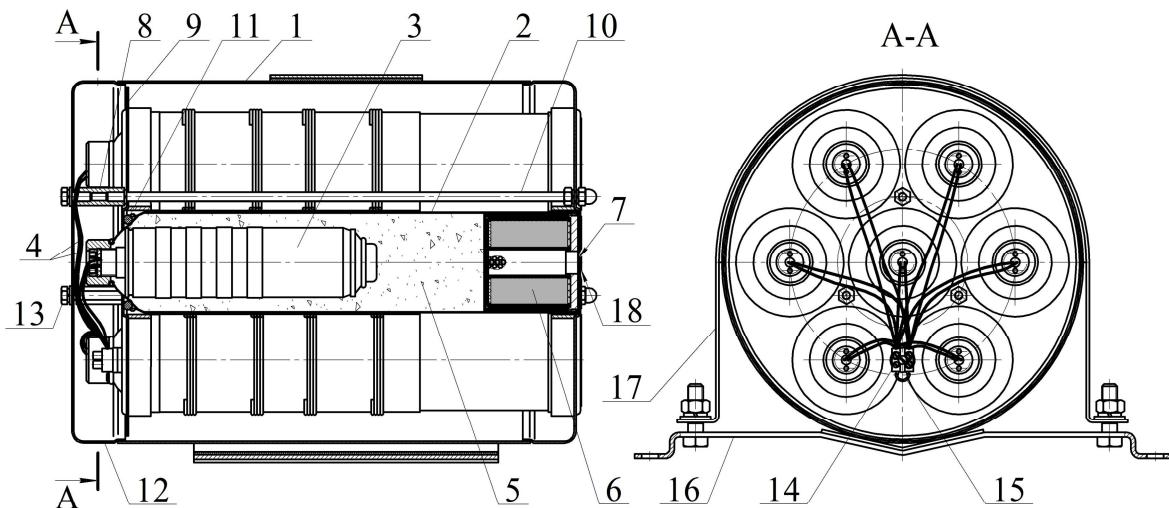

Рисунок 1
4.1.1 ГГПТ (см. рисунок 1) состоит из корпуса **1**, в котором размещены семь сменных картриджей **2**, содержащих газогенерирующий элемент **3** с элементом электропусковым **4**. Свободный объем корпуса картриджей **2** заполнен таблетками охладителя **5**. Для очистки огнетушащего газового вещества от механических примесей в каждом картриidge установлен фильтр-сепаратор **6**. Выходное отверстие фильтра - сепаратора заглушено самоклеющейся пленкой ПВХ **7**. В верхней части корпуса **1** картриджи при помощи гаек **8** поджаты крышкой **9**. Со-
6.1 Извлечь ГГПТ из упаковки, произвести визуальный осмотр целостности корпуса. Снять крышку **12** (см. рисунок 1), открутив болты **13**. Проверить качест-во крепления оголенных концов проводов элементов электропусковых **4** в соеди-нительной коробке **14**.
6.2 Закрепить кронштейн **16** (см. рисунок 1) на потолке, стене или иной не-сущей плоскости, расположенной под любым углом относительно поверхности пола. Координаты отверстий в кронштейне, предназначенном для крепления ГГПТ, приведены на рисунке 2.
7.1 Один раз в месяц внешним осмотром проверяется целостность корпуса ГГПТ, надежность соединения проводов элементов электропусковых **4** (см. рисунок 1) с проводами цепи запуска ГГПТ в соединительной коробке **14**, а также отсутствие обрывов проводов цепи запуска, внешних повреждений их изоляции и мест соединений. При ослабленной затяжке крепления ГГПТ произвести подтяжку.
- извлечь ГГПТ из кронштейна **16** (см. рисунок 1), снять с ГГПТ крышку **12**, отсоединить пусковой кабель и перенести генератор в комнату сборки;